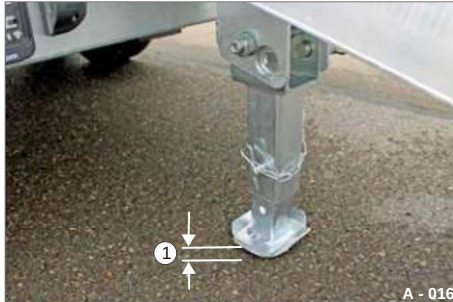

Fig. 6 Piedini di supporto regolati
• Dopo aver abbassato e, se necessario, regolato i supporti pieghevoli, controllare che tra la base e la piastra del piedino livellatore rimanga uno spazio d'aria (Fig. 6/1).